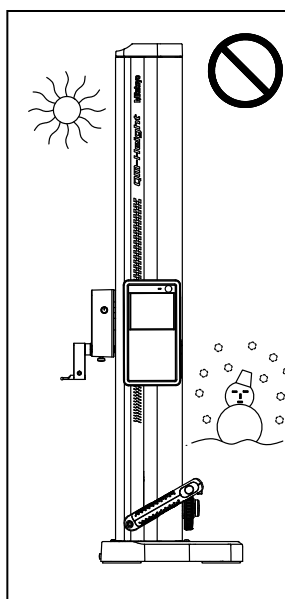

Fig. 2
- N'utilisez pas cette colonne dans des endroits où elle risquerait d'être exposée à la lumière solaire directe ou à des courants d'air chaud (Fig.2).